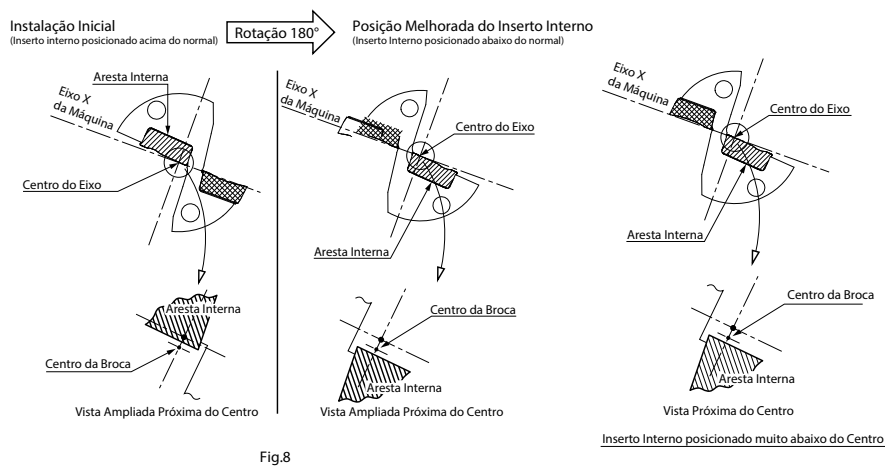
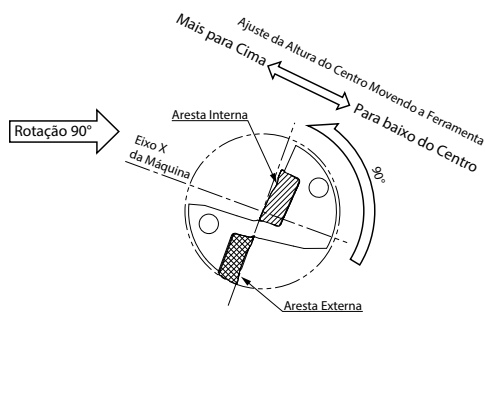

Fig.8
Fig.9
A. Instale a broca girando em 180° A maioria dos problemas será resolvida por este método (Fig.8) B. Se o diâmetro do núcleo ficar muito grande depois do ajuste acima, gire a broca 90° no sentido anti-horário, como mostrado na Fig. 9 (a aresta externa está posicionada para baixo) e ajuste a altura do centro movendo a ferramenta na direção do eixo X. (No entanto, isso impossibilitará ajustar o diâmetro de corte) Atenção: Ao instalar a broca na direção oposta (o inserto externo está posicionado acima), o diâmetro de corte será menor, o que poderá fazer com que o corpo da broca interfira no furo perfurado. A melhor solução é reajustar a posição central da própria torre.